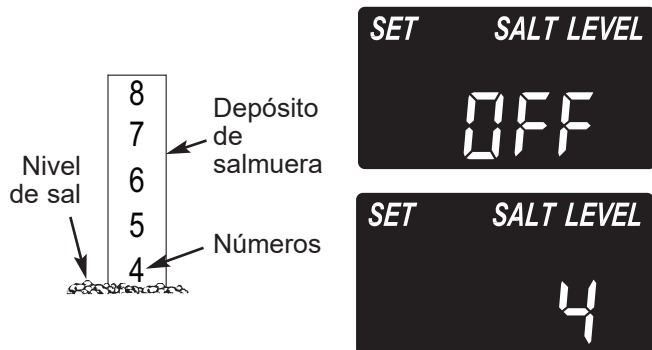

FIG. 22
2. La escala de nivel de sal, en el depósito de salmuera dentro del tanque, tiene los números 0 a 8 (vea la Fig. 22). Fíjese en el número más alto en el que esté nivelada la sal, o al que esté más próxima.